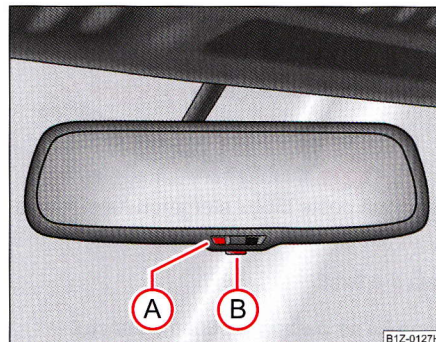

Fig. 58 Oglinza interioară cu reglare automată antiiorbire
- Apăsăți tasta (B) - lampa de control (A) se aprinde ⇒ fig. 58.